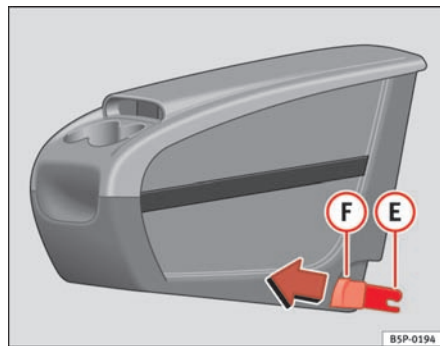
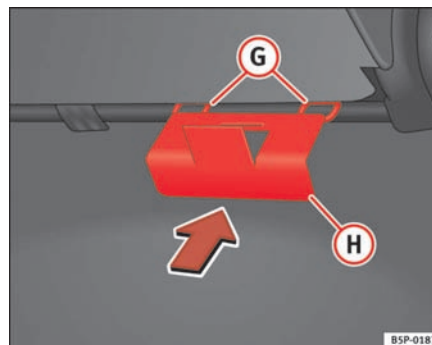

Fig. 113 Ekstra opbevaringsrum. Montering
Fig. 114 Holder til ekstra opbevaringsrum
- Inde fra kabinen skal du fastgøre holderen ④ ⇒ fig. 114 til det ekstra opbevaringsrum på bagsiden af sædet. Holderen skal være placeret mellem ryglænet og sædehynden til den midterste bagsædeplads.
- Ret de to fastgørelseselementer **(E)** ⇒ side 142, fig. 113 til i forhold til de to fastgørelsesringe **(G)** ⇒ side 142, fig. 114, og tryk de to klemmer helt ind i fastgørelsesringene.
- Træk klemmerne fremad ved at trække i knapperne ⇒ side 142, fig. 113 **(F)** (røde knapper), indtil klemmerne går ud af indgreb, så det kan høres.